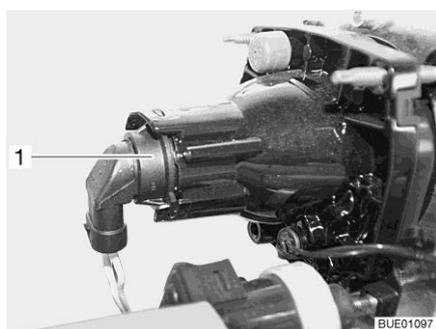

Fig. 218 Feux de croisement/feux de position/feux de route
- Placer la main derrière le support de l'ampoule (Fig. 218,1).